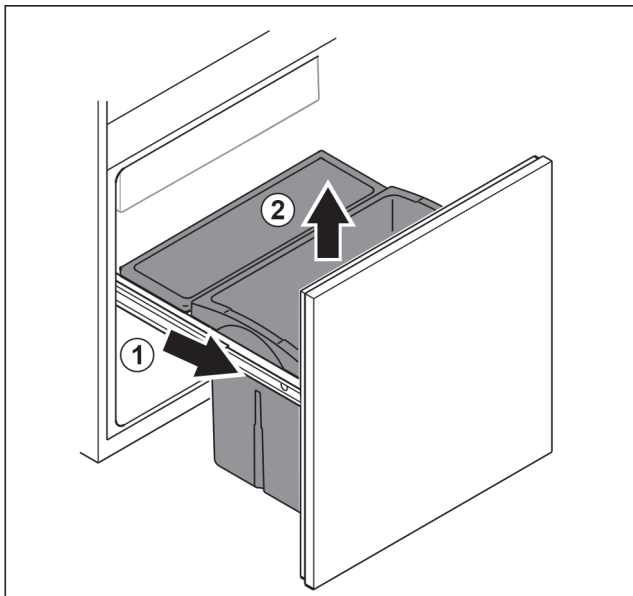

Fig. 100
- ▶ Вытяните выдвижную тележку до упора. Fig. 100 (1)
- ▶ Извлеките выдвижной ящик движением вверх. Fig. 100 (2)